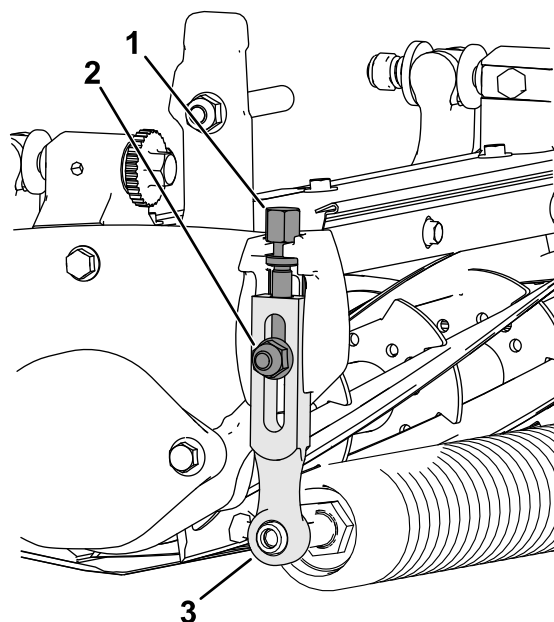

Figura 9
1. Desaperte as porcas de bloqueio que fixam os braços da altura de corte às placas laterais da unidade de corte (**Figura 9**).